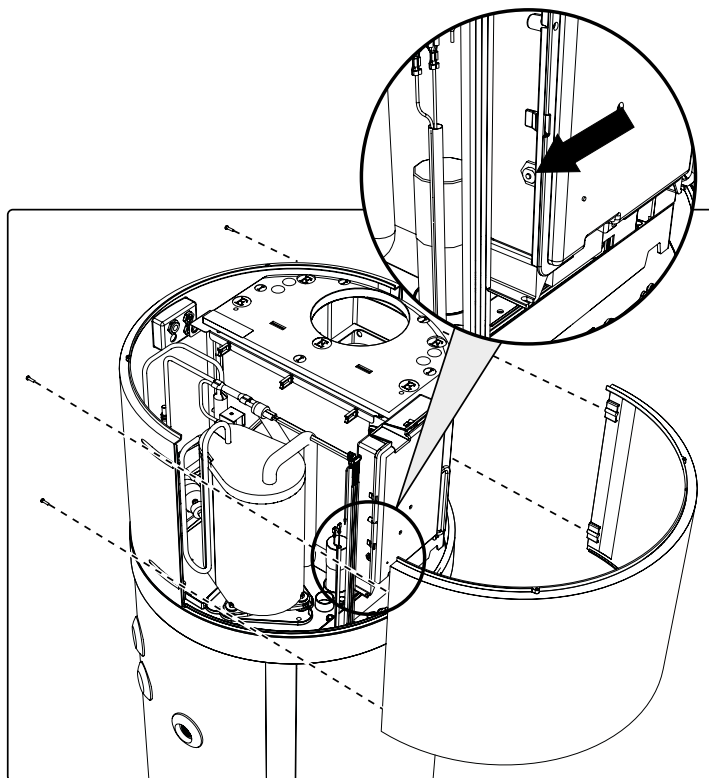

fig. 77- Retrait du panneau avant
- Retirez le panneau avant et réinitialisez manuellement le thermostat de sécurité déclenché (fig. 77). En cas d'intervention, la broche centrale du thermostat dépasse d'environ 2 mm.